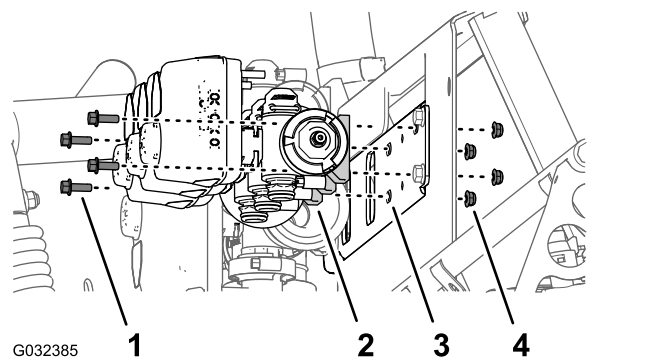

Figura 60
- Retire los 2 pernos con arandela prensada (1/4" x 3/4") y 2 contratuercas (1/4") que sujetan la válvula de sección del brazo derecho al soporte del distribuidor (Figura 60).
- Retire los 2 pernos con arandela prensada (1/4" x 3/4") y 2 contratuercas (1/4") que sujetan la válvula de sección del brazo izquierdo al soporte del distribuidor (Figura 60).
- Retire las válvulas de sección de los brazos del soporte del distribuidor y aparte las válvulas (Figura 60).